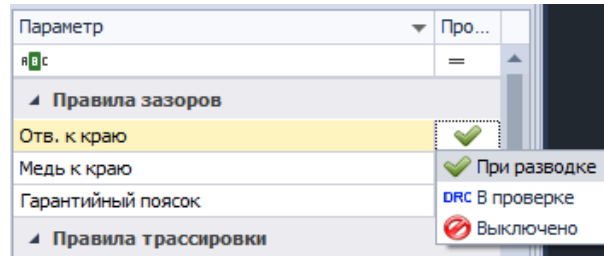

Рис. 449 Изменение типа проверки правила
2. Нажать на значок проверки в отобразившемся списке и выбрать требуемый режим контроля, см. Рис. 449.